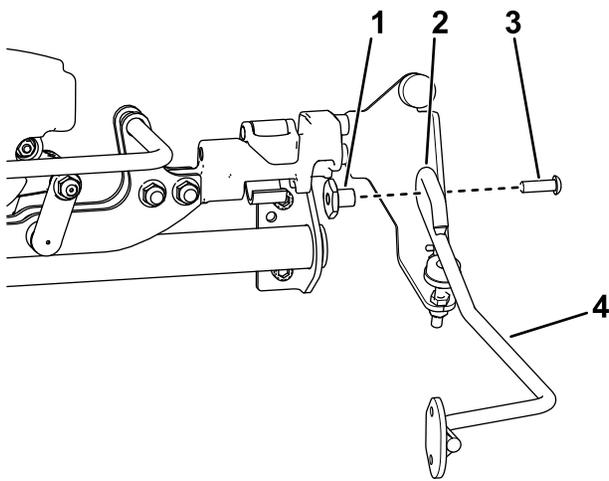

Figura 6
- Montate un'asta per la spazzola su entrambe le staffe con una vite a brugola (5/16" x 1") e un dado distanziale (Figura 6).
Accertatevi che l'anello saldato sull'asta della spazzola sia posizionato come illustrato in Figura 6.